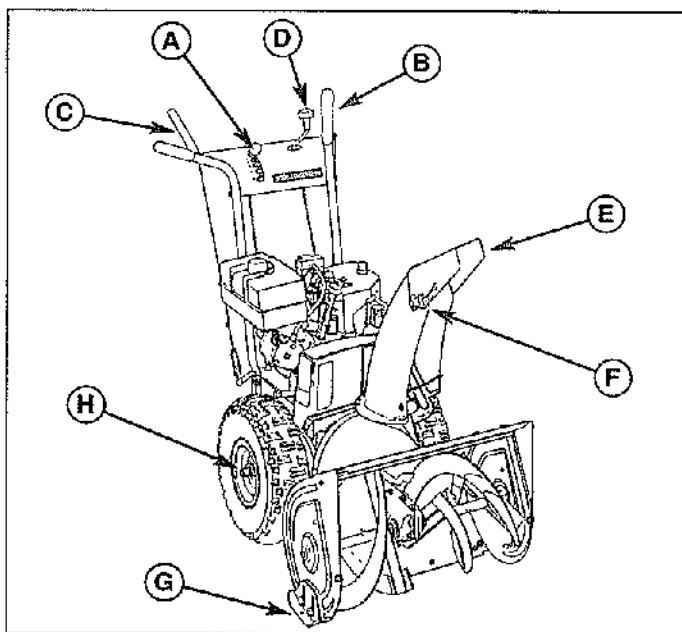

Figure 4. Commandes du chasse-neige
L'entraînement de traction à chaque roue peut être verrouillé ou déverrouillé avec les goujons de blocage de traction (H, Figure 4) pour permettre à la machine d'être en « roue libre » pour faciliter la manipulation et le transport du chasse-neige.
E. Déflecteur de chute - Contrôle la distance à laquelle la neige est projetée. Le fait d'orienter le déflecteur de chute (E, Figure 4) VERS LE HAUT provoque un jet plus élevé et à une distance plus grande, alors que le contraire, VERS LE BAS, fournit un jet plus bas et moins éloigné.
G. Commande de la hauteur de la barre de raclage - Les sabots de dérapage (G, Figure 4) contrôlent la hauteur de la barre de raclage (située au bas du boîtier de la vis sans fin). La barre de raclage permet de racler la neige des surfaces lisses (telles que des voies privées en béton ou en asphalte). Sur des surfaces en gravier, la barre de raclage doit être réglée plus haut — de telle sorte qu'elle ne ramasse pas le gravier ou les débris.
H. Commande de blocage de traction - L'entraînement de traction à chaque roue peut être verrouillé et déverrouillé grâce à ces goujilles (H, Figure 4) pour permettre à la machine d'être en roue libre, et d'être manipulée et transportée plus facilement.
8. Vérifiez si le déflecteur de chute (E, Figure 4) fonctionne correctement. Le déflecteur devrait pivoter librement vers le haut et vers le bas lorsque la molette du déflecteur de chute est desserrée. Voir la section Service pour les procédures à suivre en cas de nécessité de réglage.